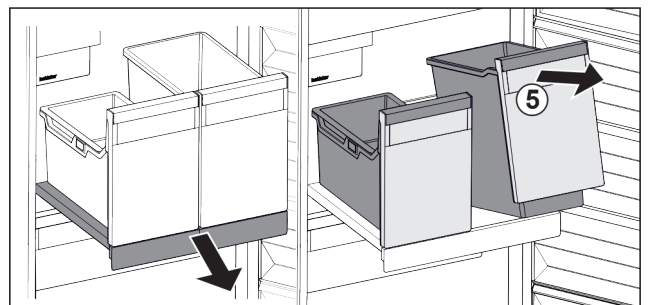

Fig. 118
- Posodo Fig. 118 (5) dvignite naprej.